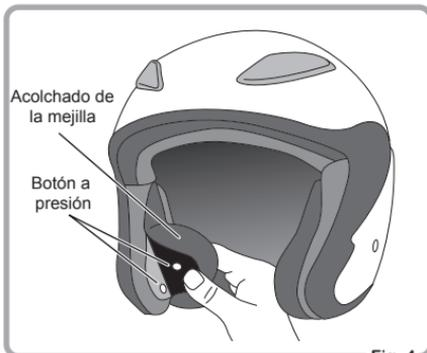

Fig. 4
- ③ Cierre los 2 botones a presión para termina de fijar los acolchados. Siga los mismos pasos para el otro lado según se muestra en la Fig.4.